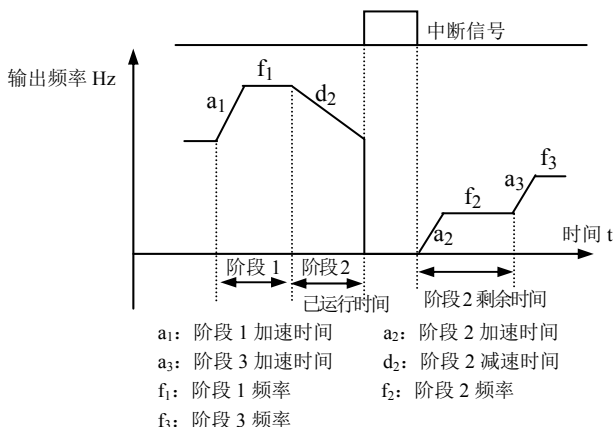

图 6-25 PLC 起动方式 1
**1: 从中断时刻的阶段频率继续运行。**由停机命令或故障引起的运行中停机, 变频器自动记录当前阶段已运行的时间, 再起动后自动进入该阶段, 以该阶段定义的频率继续剩余时间的运行, 如图 6-25。如掉电, 再起动变频器将从第一段重新开始运行。